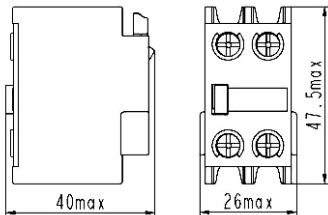

图1 辅助触头组（2组）外形尺寸
5.1 辅助触头组（2组）外形尺寸，见图1。型号规格重量见箱贴。